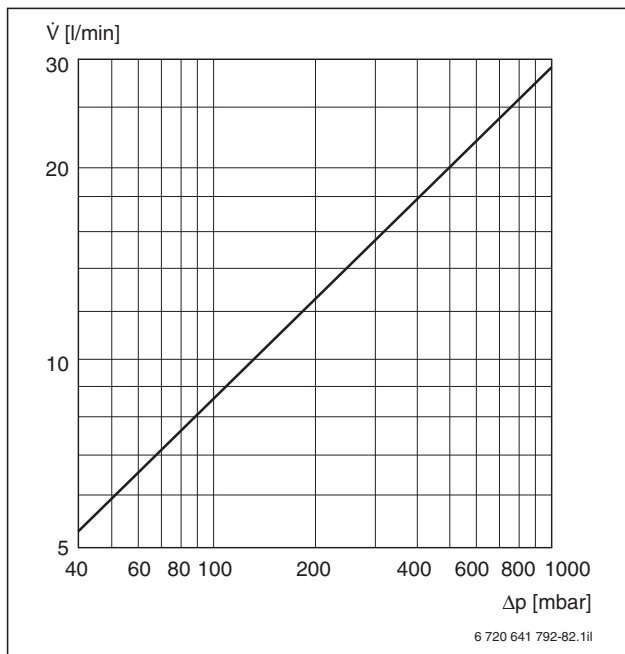

Bild 75 Druckverlust thermostatischer Warmwassermischer R ¾ bei 80 °C Warmwassertemperatur, 60 °C Mischwassertemperatur und 10 °C Kaltwassertemperatur
- ▶ Diagramm in Bild 75 berücksichtigen.